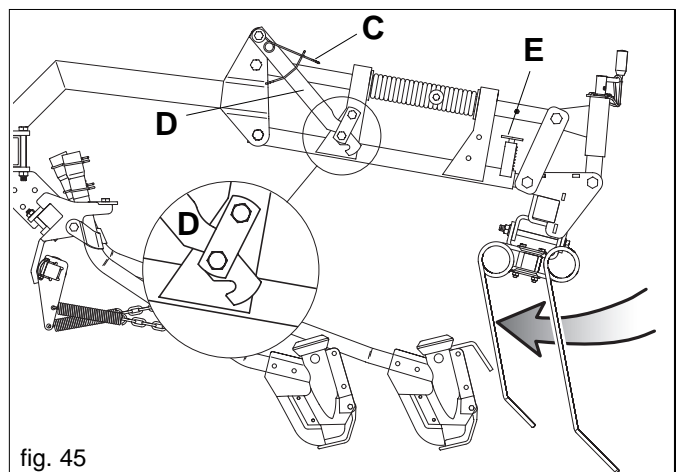

fig. 45
Für den Transport auf Strasse müssen die Zähne der Saatgutabdeckegge nach unten zeigen (Abb. 45).
- 1) Die Feder (C) in die auf Abb. 45 gezeigte Position bringen.
- 2) Die Saatgutabdeckegge heben und den Hebel einhaken (D Abb. 45).
- 3) Den Bolzen (E Abb. 45) hochheben und die Egge bis zur nächsten automatischen Kupplung des Bolzens gleiten lassen (E Abb. 45).